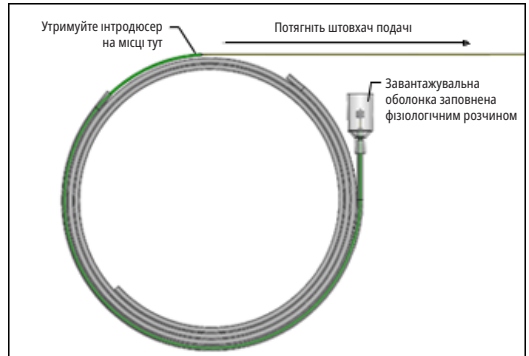

Рисунок 5 — Потягніть штовхач подачі в проксимальному напрямку, щоб витягнути імплантат
- Тримайте зелений інтродюсер однією рукою, візьміть штовхач подачі і обережно потягніть його у проксимальному напрямку, щоб почати витягувати імплантат (див. Рисунок 5).